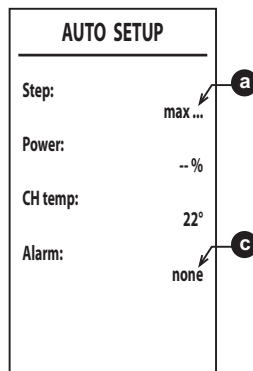

fig. 51
- Se la fase di accensione non va a buon fine, compare la scritta **[max_err]** al punto e un codice di errore al punto (fig. 51). Possibili cause per la mancata accensione sono elencate nella **Nota 2**. Uscire dall'Auto Setup con il tasto , risolvere l'anomalia e ripetere la procedura dal punto 1.